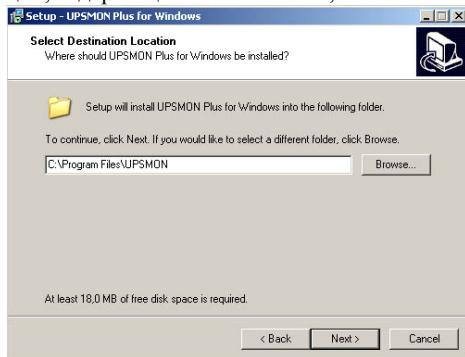

Рис. 5.4
3. Выберите диск и папку для установки вашей программы. Прочтите и выполните инструкции, содержащиеся в этом окне, и кликните «Next» (см. рис. 5.4).